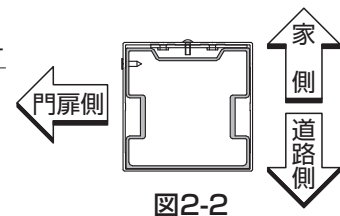

図2-2
- PM門柱用補強材の挿入方向は、図2-2で確認してください。